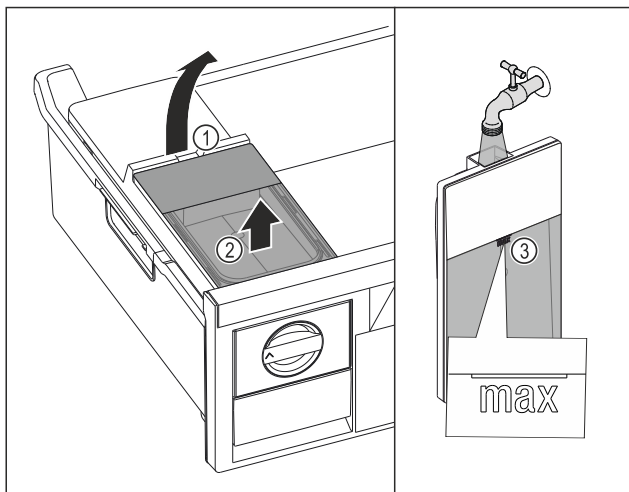

Fig. 98
- ▶ Watertank aan de uitsparing Fig. 98 (1) optillen.
- ▶ Watertank naar boven toe verwijderen. Fig. 98 (2)
- ▶ Watertank tot de markering Fig. 98 (3) vullen met drinkwater.